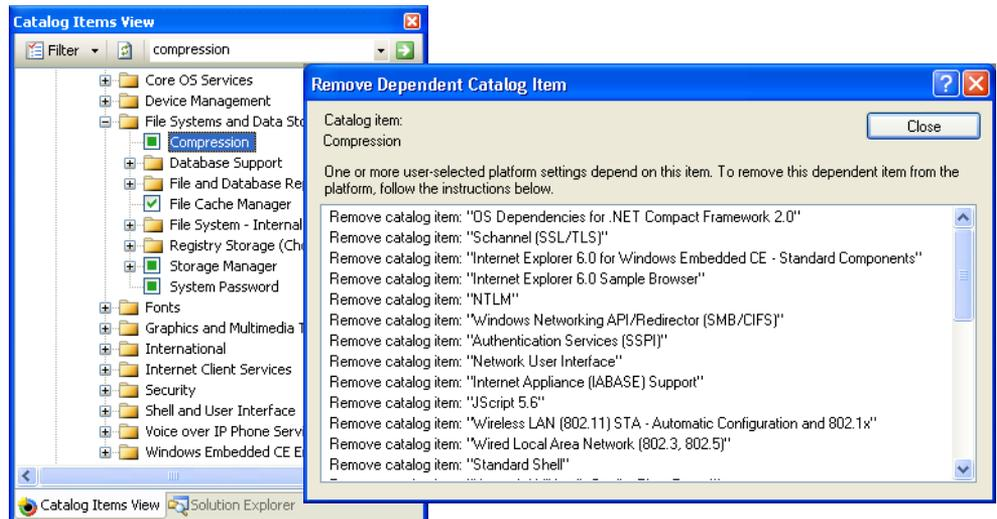

Abbildung 1.9 Gründe zum Einbeziehen eines Katalogelements als Abhängigkeit
4. Klicken Sie mit der rechten Maustaste auf das Katalogelement und wählen Sie **Reasons For Inclusion Of Item** aus. Im Dialogfeld **Remove Dependent Catalog Item** werden die Katalogelemente angezeigt, die das Einbeziehen des ausgewählten Elements in das OS Design verursacht haben (siehe Abbildung 1.9).